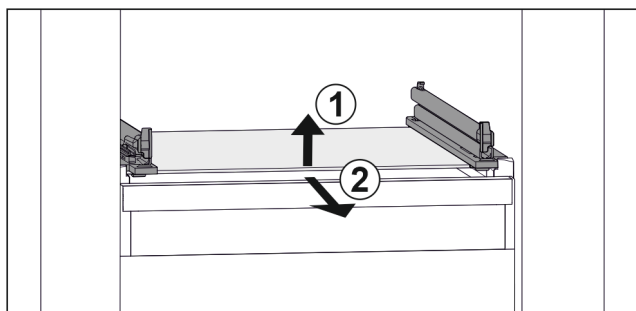

Fig. 112 Representación de la placa de vidrio a modo de ejemplo
- ▶ Levante la placa de vidrio por delante. Fig. 112 (1)
- ▶ Retire la placa de vidrio hacia delante. Fig. 112 (2)